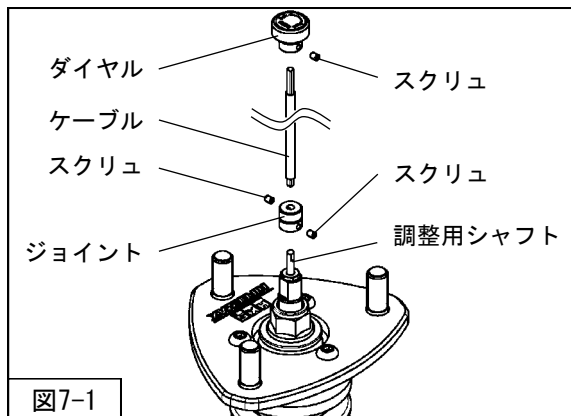

図7-1
1. 減衰力調整ケーブル(短・同梱品)からダイヤル・ジョイントを取外してください。(図7-1)
2. ジョイントを減衰力調整ケーブル(長・同梱品)に取付け、リアサスペンションASSY先端の調整用シャフトにケーブル(長)を取付けてください。(図7-1)
3. 調整用シャフト側面の平面部にスクリュの位置を合わせ、ケーブルを固定してください。スクリュの締付けは六角レンチ(1.5mm・同梱品)を使用してください。(図7-1)